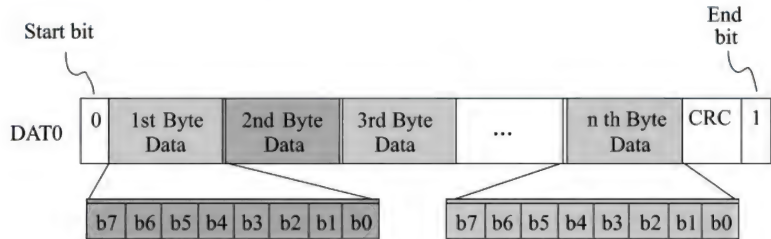
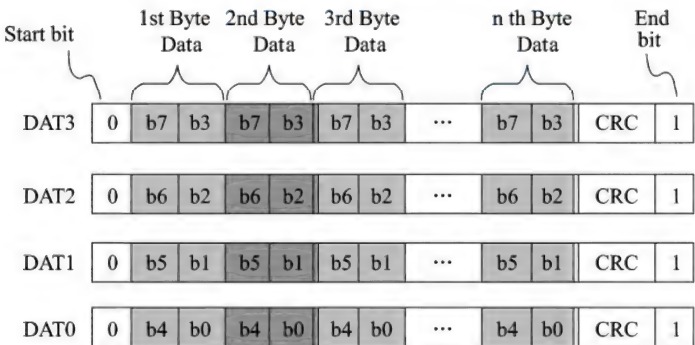

图 10.6 单数据线数据传输普通形式
图 10.7 四数据线数据传输普通形式
(1) 普通形式。数据按照 8 位宽度进行组织，LSB 先发送，MSB 后发送，但是具体到每个字节，是 MSB 先发送，LSB 后发送。单数据线和四数据线数据传输形式如图 10.6、图 10.7 所示。